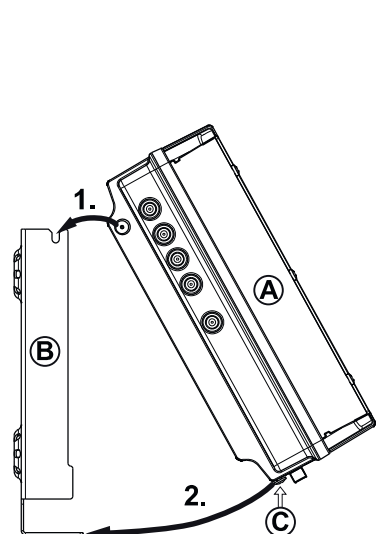

Abb. 3: Kopfstelle einhängen
1. Montieren Sie den Wandhalter waagrecht an der Montagefläche; siehe © in Abb. 3. Beachten Sie dabei:
2. Hängen Sie die Kopfstelle Ⓐ in den Wandhalter Ⓑ ein; siehe Abb. 3.